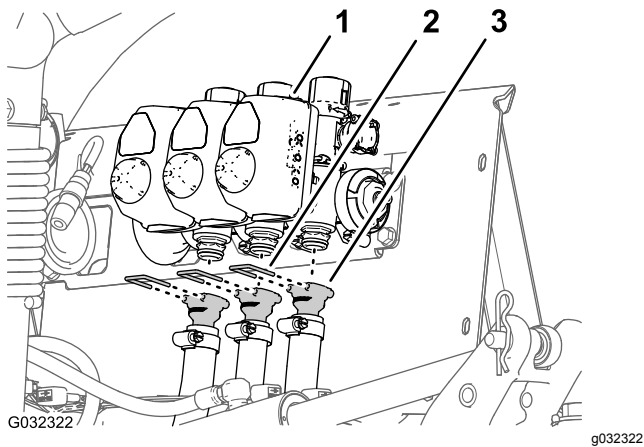

图49
6. 取下将直通宝塔 T 形接头固定到左、中、右喷洒臂段阀上的卡环图49。
7. 从机器上拆下左、中、右喷洒臂段阀的软管图49。